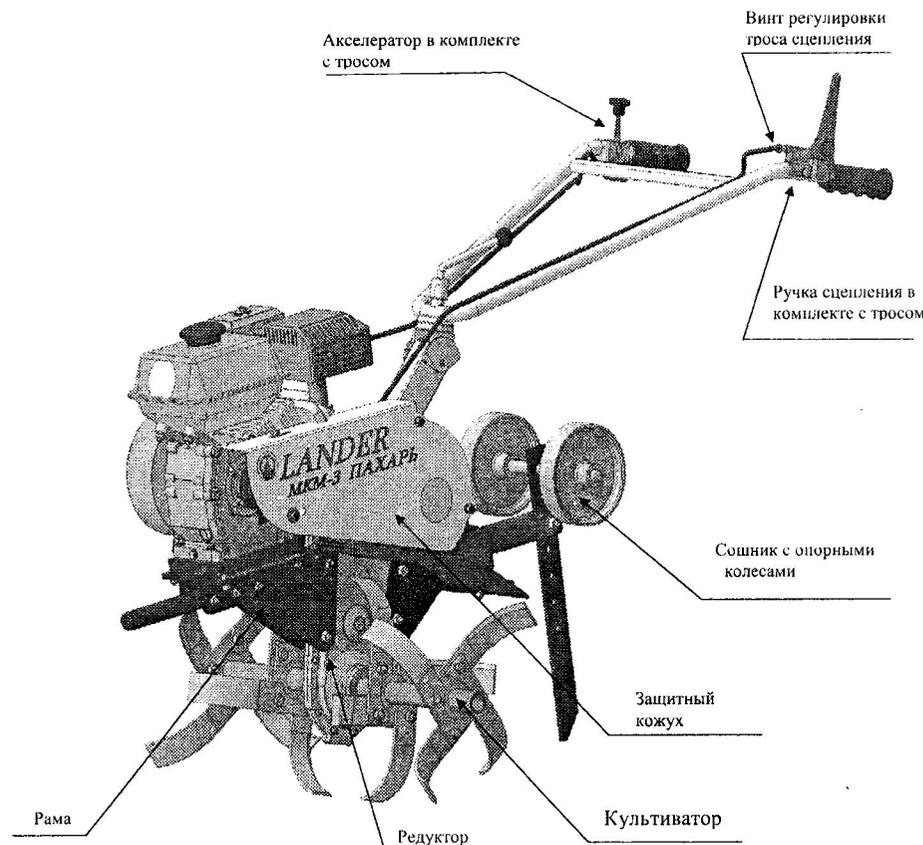
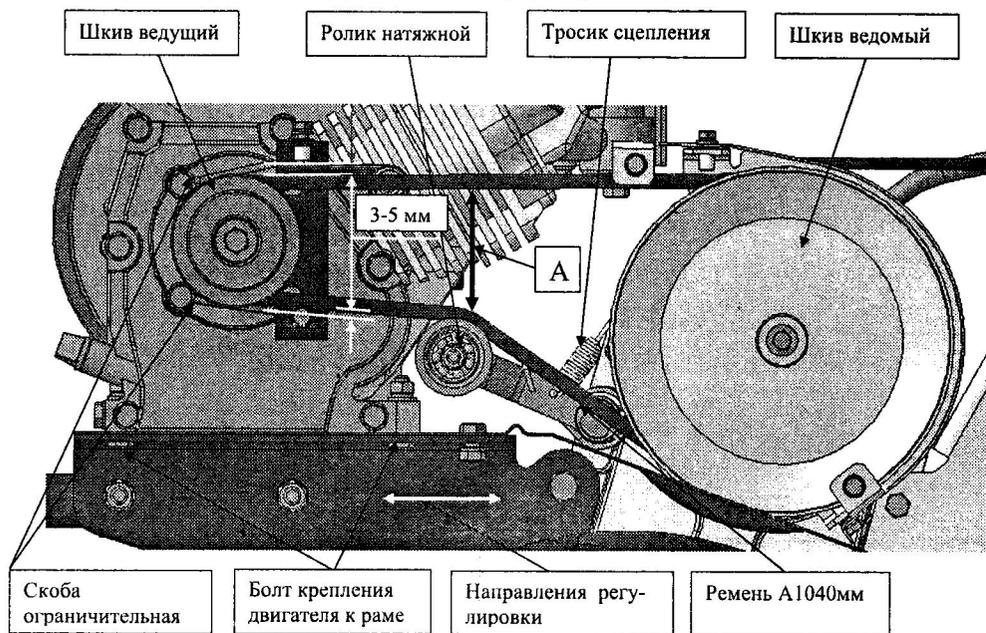

Рис.1 Мотоблок с культиваторами
Рис. 3 Схема натяжения ремня.
- 10.1. Собрать МКМ-3 в комплекте с культиваторами, Рис.1, Рис.8. Для этого необходимо установить культиваторы на выходные концы валов редуктора и зафиксировать их стопорами, предварительно их собрав. При сборке ножи культиваторов устанавливаются на квадратные фланцы строго в соответствии с Рис.8. Ножи крепятся к фланцам болтами. Собранные культиваторы устанавливаются на вал редуктора таким образом, чтобы режущие кромки ножей входили в землю при движении мотоблока вперед.
- проверить натяжение ремня, а в случае необходимости отрегулировать согласно пункта 6.11., Рис.1, Рис.3, Рис.5;